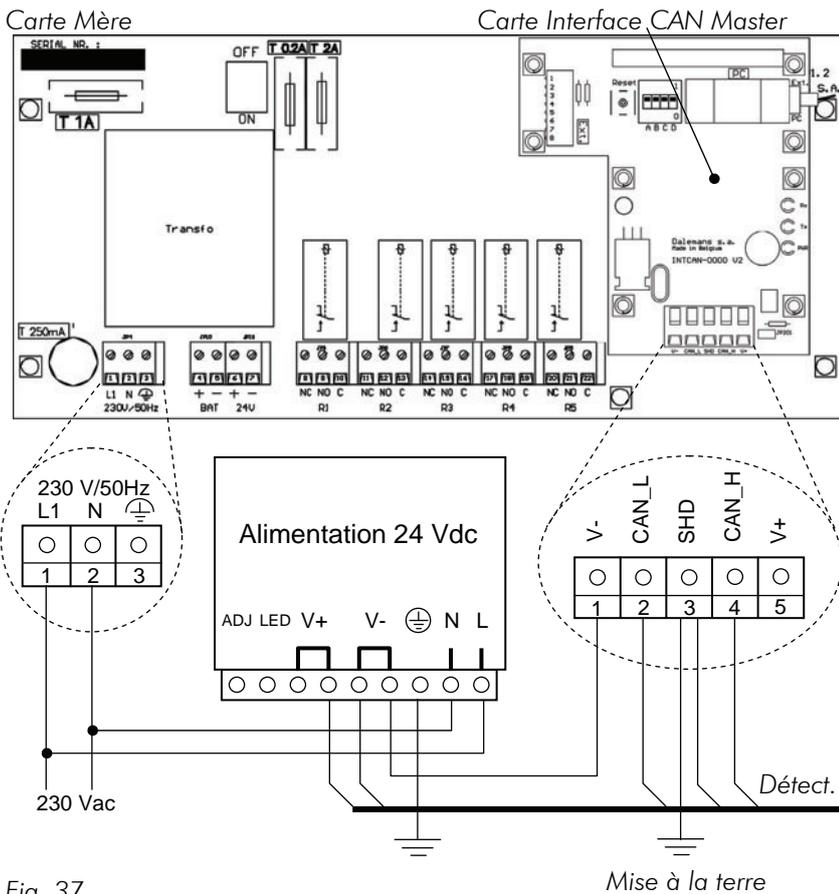

Fig. 37
- Raccorder la communication du bus (CAN\_L et CAN\_H) provenant des détecteurs sur la carte *Interface CAN Master* (Fig. 37).